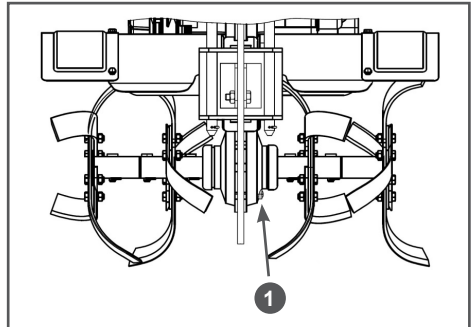

Рис. 19 Расположение пробки для слива масла из картера редуктора (вид сзади)
- Открутите пробку для слива масла и слейте отработанное масло в подготовленную для этого емкость. Пробка 1 для слива масла находится в нижней части редуктора справа по ходу движения мотоблока (Рис. 19).